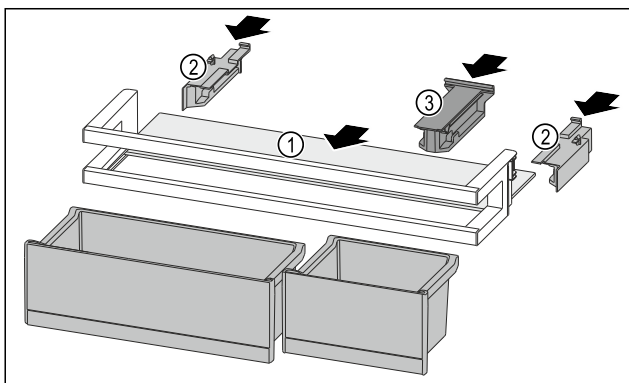

Fig. 135
- ▶ Вдвиньте съёмную полку Fig. 135 (1) в боковые пазы.
- ▶ Установите боковые части Fig. 135 (2).
- ▶ Смонтируйте крепление Fig. 135 (3).